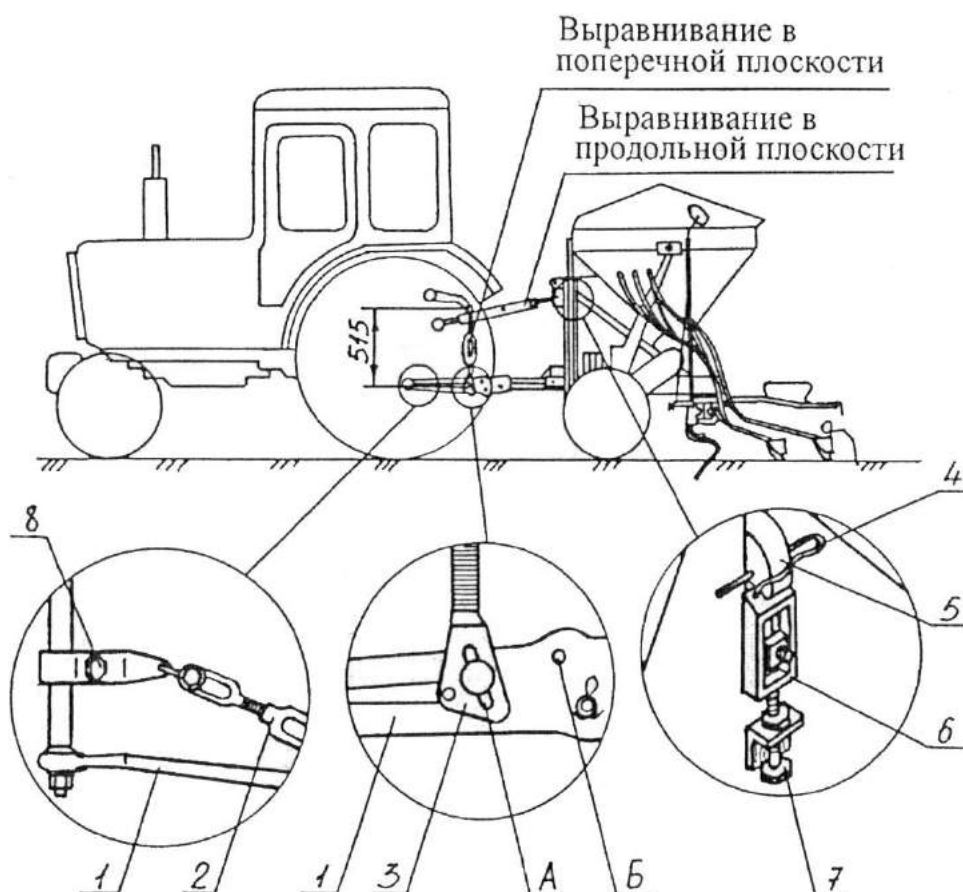

Рис. 9. Схема навешивания сеялки на трактор:
4.1.5. Раскосы 3 ( рис. 9 ) навесной системы соединить с нижними тягами 1 через продолговатые пазы А ( для увеличения грузоподъемности навесной системы рекомендуется соединить с дополнительными отверстиями Б ).
4.3.1. Навесить сеялку на трактор, используя сцепку автоматическую СА – 1.01. При соединении рамки с замком, собачка 5 (рис. 9 ) должна надежно зафиксироваться на планке 6, что регулируется перемещением планки по вертикали регулировочным болтом 7. Окончательно зафиксировать собачку пружинным шплинтом 4.
4.3.4. Выровнять раму сеялки в горизонтальной плоскости с помощью правого раскоса и центральной тяги навески трактора ( **рис. 9** ), (длина левого раскоса должна быть 515 мм, а замок автосцепки в рабочем положении сеялки должен располагаться вертикально).
4.3.5. Растяжками 2 ( **рис. 9** ) и регулировочными болтами 8 устранить колебание поднятой сеялки в горизонтальной плоскости.